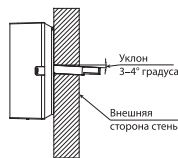

Рис. 8.
- Установите угол наклона коронки таким образом, чтобы отверстие имело уклон 3–4° вниз в сторону улицы, как показано на Рис. 8, для того, чтобы осадки не смогли попадать с улицы внутрь помещения. Отверстие в стене должно иметь уклон 3–4°.